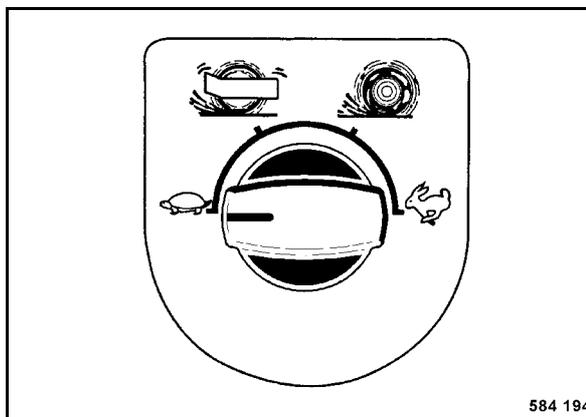

Рис. 65
- Установить поворотный выключатель передат (Рис. 65) в положение "Черепаха".